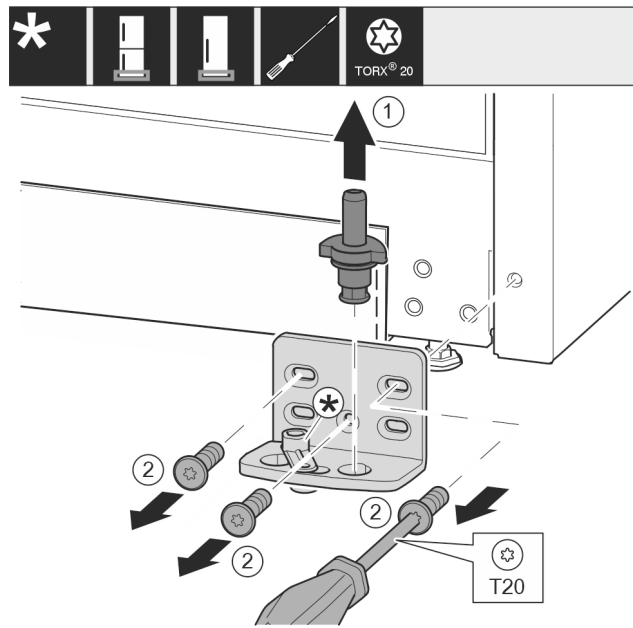

Fig. 13
- ▶ Τραβήξτε έξω ολόκληρο τον πείρο Fig. 13 (1) προς τα επάνω.
- ▶ Ξεβιδώστε τις βίδες Fig. 13 (2) με κατσαβίδι και αφαιρέστε το στηρίγμα.